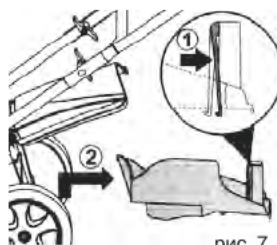

рис. 7
1. Поднять крышку (17) и подвесить травосборник на продольную ось при помощи двух крючков.
2. Отпустить крышку (17). Рис. 7а
Поднять заднюю крышку и удалить мульчирующий клин (разблокировать его в корпусе и удалить) (рис.7).